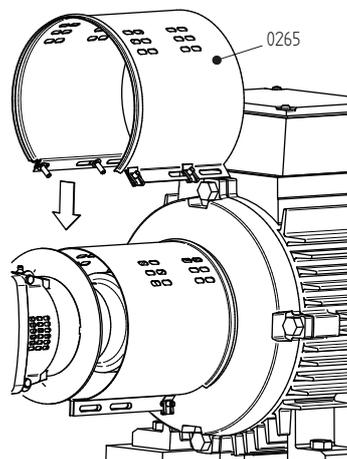

Рисунок 10: Установка кожуха на стороне двигателя
- 2 Снимите оба кожуха (0270). См. рисунок 10.